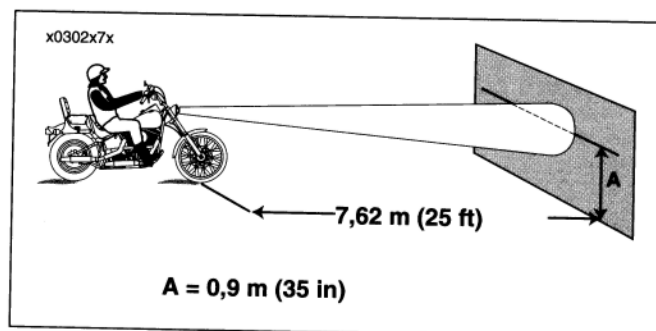

Figura 47. Allineamento del faro anteriore
3. Vedere la Figura 47. Collocare la motocicletta a 7,62 m (25 ft) da uno schermo o una parete. Misurare la distanza tra il muro/lo schermo e il punto sul terreno immediatamente sotto il perno ruota.